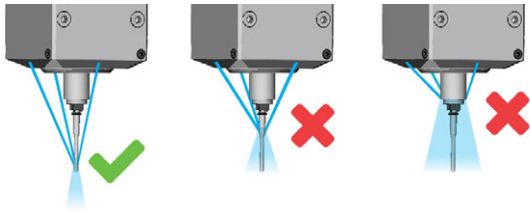

ABB. 44 RICHTIGES EINSPRÜHEN DER KÜHLFLÜSSIGKEIT (LINKS) UND MIT ZU GERINGEM DRUCK (MITTE, RECHTS)
20. Warten Sie, bis die Kühlflüssigkeit ohne Luft eingesprüht wird und alle Strahlen auf die Werkzeugspitze treffen (Abb. 44 unten). Dies kann einige Minuten dauern.